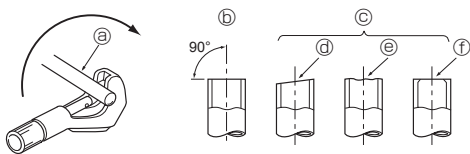

Fig. 5-3
5.2.1. Cauruļu griešana (Fig. 5-3)